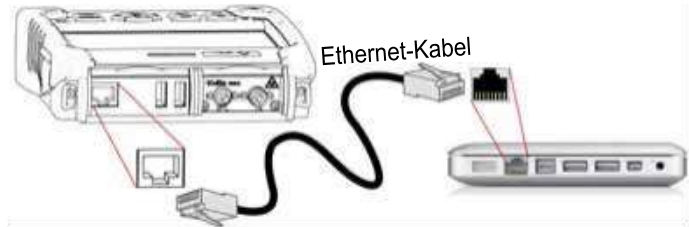

Fig. 35 Ethernet-Verbindung zwischen FiberXpert 5000 <-> PC
- 2 Verbinden Sie den RJ45-Anschluss vom FiberXpert 5000 über ein Ethernet-Kabel mit einem Hub oder einem Ethernet-Switch (siehe Abbildung 35 auf Seite 68).